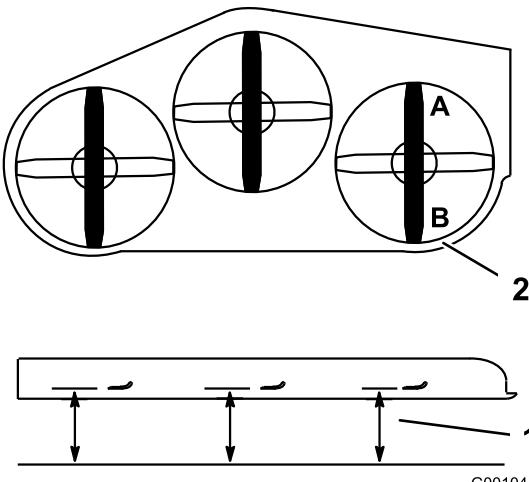

Figure 64
6. La lame doit être plus basse de 6 à 10 mm (1/4 à 3/8") au point **A** qu'au point **B** (Figure 64). Si ce n'est pas le cas, passez aux étapes suivantes.
1. Tournez la lame droite dans le sens longitudinal (Figure 64).
2. Mesurez la distance au point **A** entre la surface plane et le tranchant de la pointe de la lame droite (Figure 64).
4. Mesurez la distance au point **B** entre la surface plane et le tranchant de la pointe de la lame droite (Figure 64).